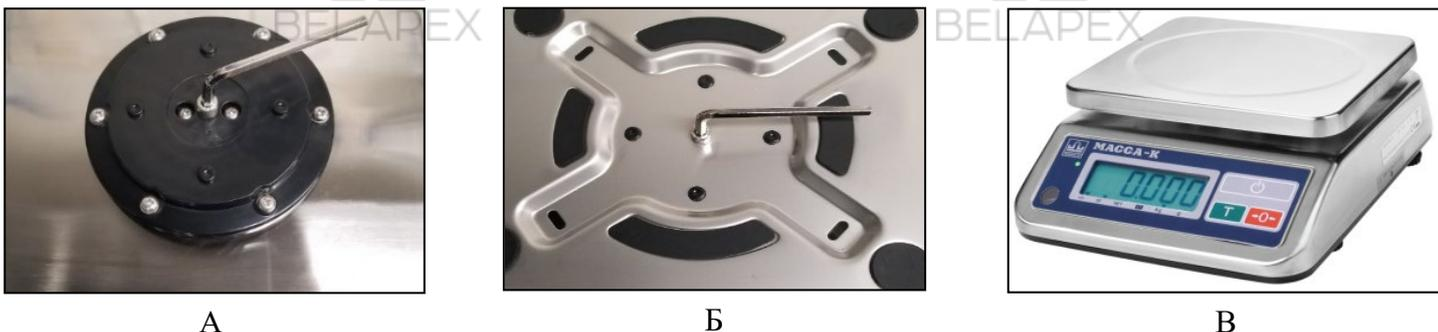

Рисунок 5 – Сборка грузоприемного устройства
3.1.5 Выкрутите винт держателя, вращая его только против часовой стрелки, с помощью ключа шестигранного, включенного в комплект поставки (см. рис. 5А).
3.1.6 Установите крестовину на держатель и закрепите ее винтом (см. рис. 5Б).
3.1.7 Установите грузоприемную платформу на крестовину (см. рис. 5В).